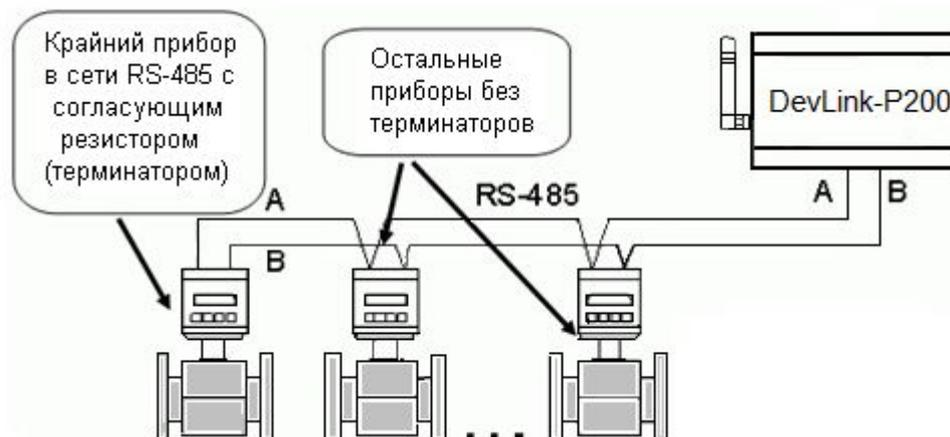

Рисунок 5.1 – Пример подключения контроллера **DevLink®-P200** к сети RS-485
- **DevLink®-P200**, должен быть крайним звеном в цепи приборов, объединенных в сеть RS-485 или RS-422 (не должен включаться в разрыв цепи RS-485 или RS-422, см. рисунок 5.1);